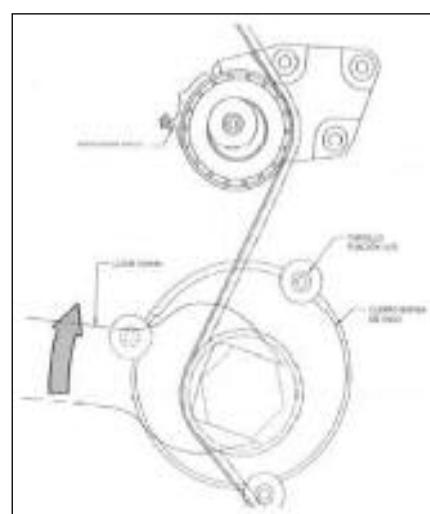

Figura 5: Giro del cuerpo de bomba de agua para ajustar tensor.
8. Gire el cuerpo de la bomba de agua EN SENTIDO HORARIO con la llave de 42mm. La polea del tensor se moverá contra la correa y el puntero "indicador" comenzará eventualmente a moverse EN SENTIDO ANTIHORARIO (Figura 5).